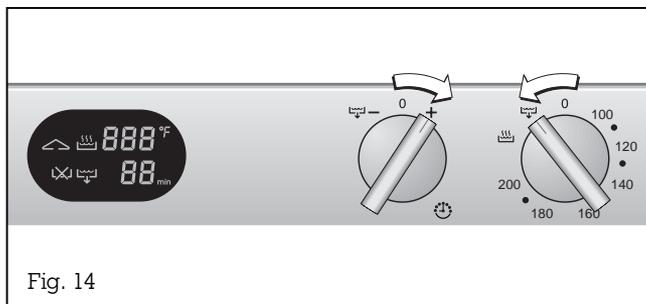

Fig. 14
- Tournez le bouton « Minuteur » vers la droite jusqu'à la position **+** et maintenez-le dans cette position (fig. 14).